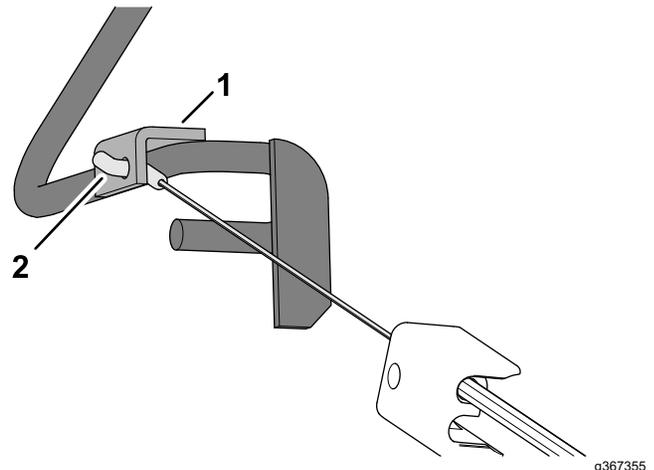

Bild 11
3. Führen Sie das Anschlussstück des Kabelzugs durch das Loch in der Halterung des Schaltbügels, wie in **Bild 11** dargestellt.